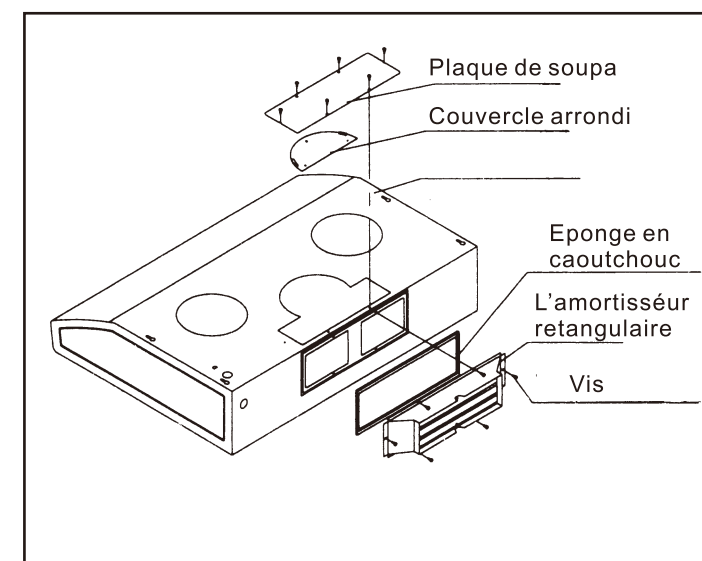
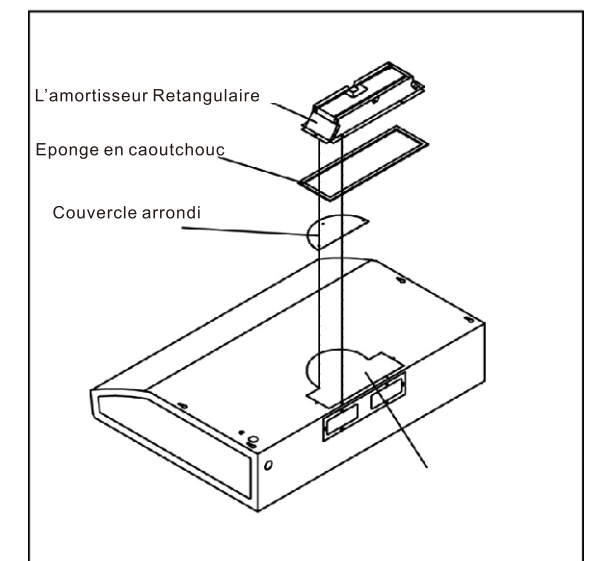

Fig.5
Fig.4
(2) Pour la prise d'air rectangulaire en haut, s'il vous plaît:
- (b) Placer l'amortisseur rectangulaire au haut avec les vis 5/16"L x 5/32"D.(Fig. 4)
(3) Pour la prise d'air rectangulaire en arrière, s'il vous plaît:
- (b) Placer l'amortisseur rectangulaire avec les vis 5/16"L x 5/32"D. (Fig. 5)